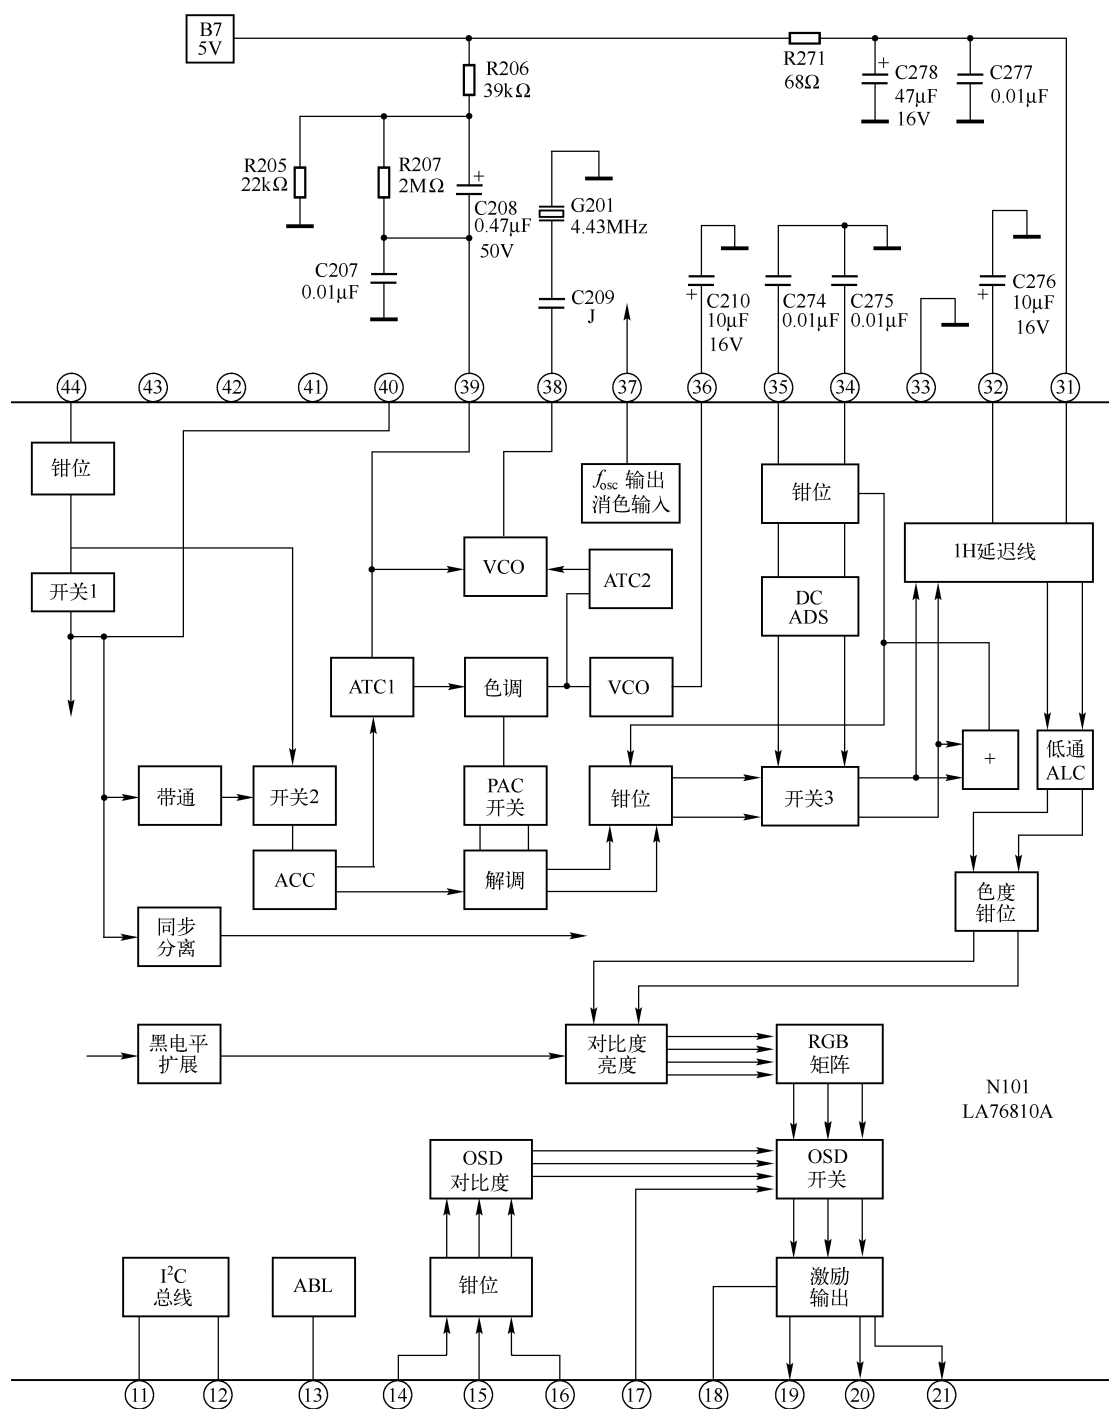

图 4-13 色度信号处理电路原理图
SVAD2966F 机型的色度信号处理电路完全包含在 LA76810A 的③①~③⑨脚内部，其相应的引脚外部仅有少量的分立元器件，如图 4-13 所示，引脚印制线路实物图如图 4-14 所示，相关元器件实物图如图 4-15 所示。